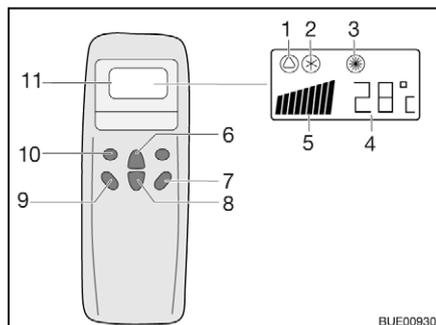
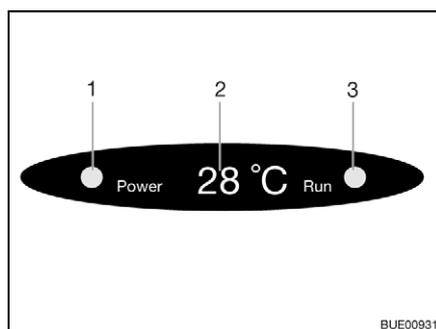

Fig. 200 Controlo remoto
Fig. 201 Indicação no difusor
- Prima a tecla "ON/OFF" (Fig. 200,7).
- Prima a tecla "Mode" (Fig. 200,10) tantas vezes até ser mostrado o modo de serviço pretendido (Fig. 200,1, 2 ou 3) no display. Acende-se a respetiva luz piloto na indicação no difusor (Fig. 201,3).
- Com as teclas para o aumento da temperatura (Fig. 200,6) ou redução da temperatura (Fig. 200,8) regule a temperatura pretendida.
- Com a tecla Número de rotações do ventilador (Fig. 200,9) escolha o nível pretendido do ventilador.